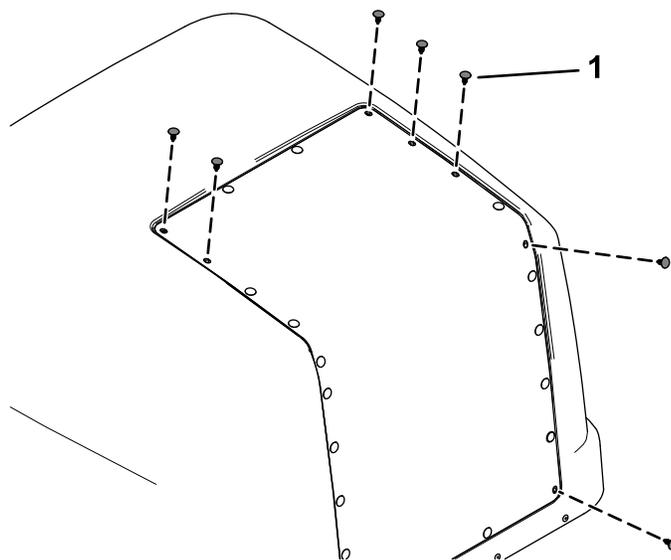

Figura 28
8. Retire los 7 tapones de plástico del capó como se muestra en la Figura 28.